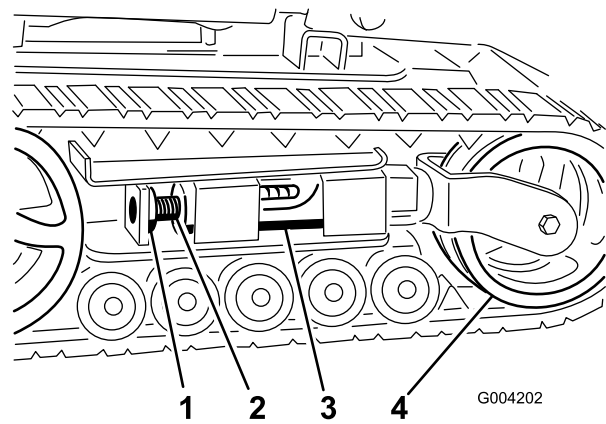
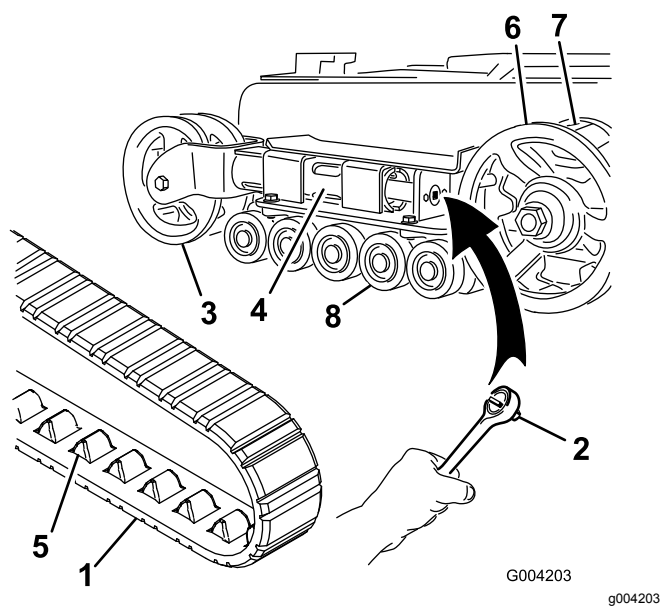
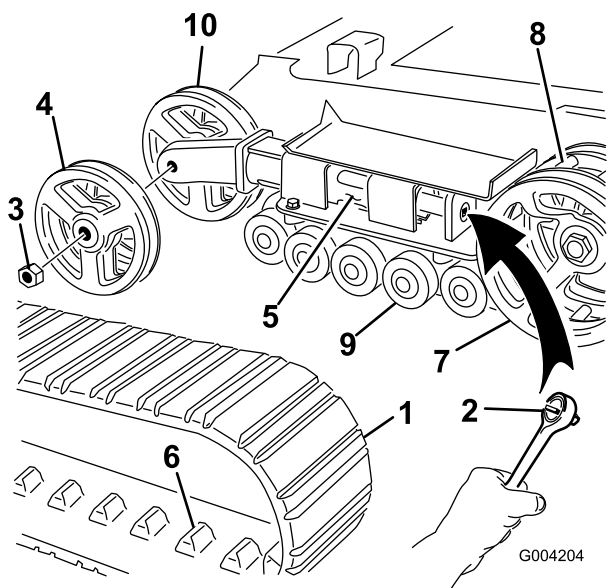

Рисунок 45
Рисунок 46
Рисунок 47
4. Отвинтите зажимной болт и гайку (Рисунок 45).
6. Совместите ближайшую выемку в натяжном винте с отверстием в зажимном болте и закрепите винт при помощи зажимного болта и гайки (Рисунок 45).
Примечание: Если передние натяжные колеса установлены в вилке на конце натяжной трубы, на вашей машине установлены узкие гусеницы. (Рисунок 46).
вращая натяжной винт по часовой стрелке (Рисунок 45 и Рисунок 46).
Примечание: Если передние натяжные колеса установлены на конце натяжной трубы с боковых сторон, на вашей машине установлены широкие гусеницы (Рисунок 47).
6. Надавите на натяжное колесо в направлении задней части блока, чтобы придвинуть натяжную трубу к раме (Рисунок 46).
8. Когда гусеница будет снята с натяжного колеса, снимите ее с ведущей звездочки и опорных катков (Рисунок 46).
9. Сначала установите новую гусеницу на ведущую звездочку. Звенья гусеницы должны находиться между зубьями звездочки (Рисунок 46).
10. Протолкните гусеницу под опорные катки и одновременно между ними (Рисунок 46).
5. Используя ключ с храповым механизмом на 1/2 дюйма, ослабьте натяжение привода, вращая натяжной винт по часовой стрелке (Рисунок 45 и Рисунок 47).
- Надавите на натяжное колесо в направлении задней части блока, чтобы придвинуть натяжную трубу к раме (Рисунок 47).
- Отвинтите гайку, которая крепит внешнее натяжное колесо, и снимите колесо (Рисунок 47).
- Снимите гусеницу (Рисунок 47).
- Отвинтите гайку, которая крепит внутреннее натяжное колесо, и снимите колесо (Рисунок 47).
- Установите внутреннее натяжное колесо и закрепите его отвинченной ранее гайкой (Рисунок 47).
- Установите новую гусеницу на ведущую звездочку. Звенья гусеницы должны находиться между зубьями средней части звездочки (Рисунок 47).
- Установите внешнее натяжное колесо и закрепите его отвинченной ранее гайкой (Рисунок 47).
6. Поместите наполненный смазкой колпачок опорного катка поверх головки болта (Рисунок 46).
7. Закрепите колпачок опорного катка стопорным кольцом (Рисунок 46).